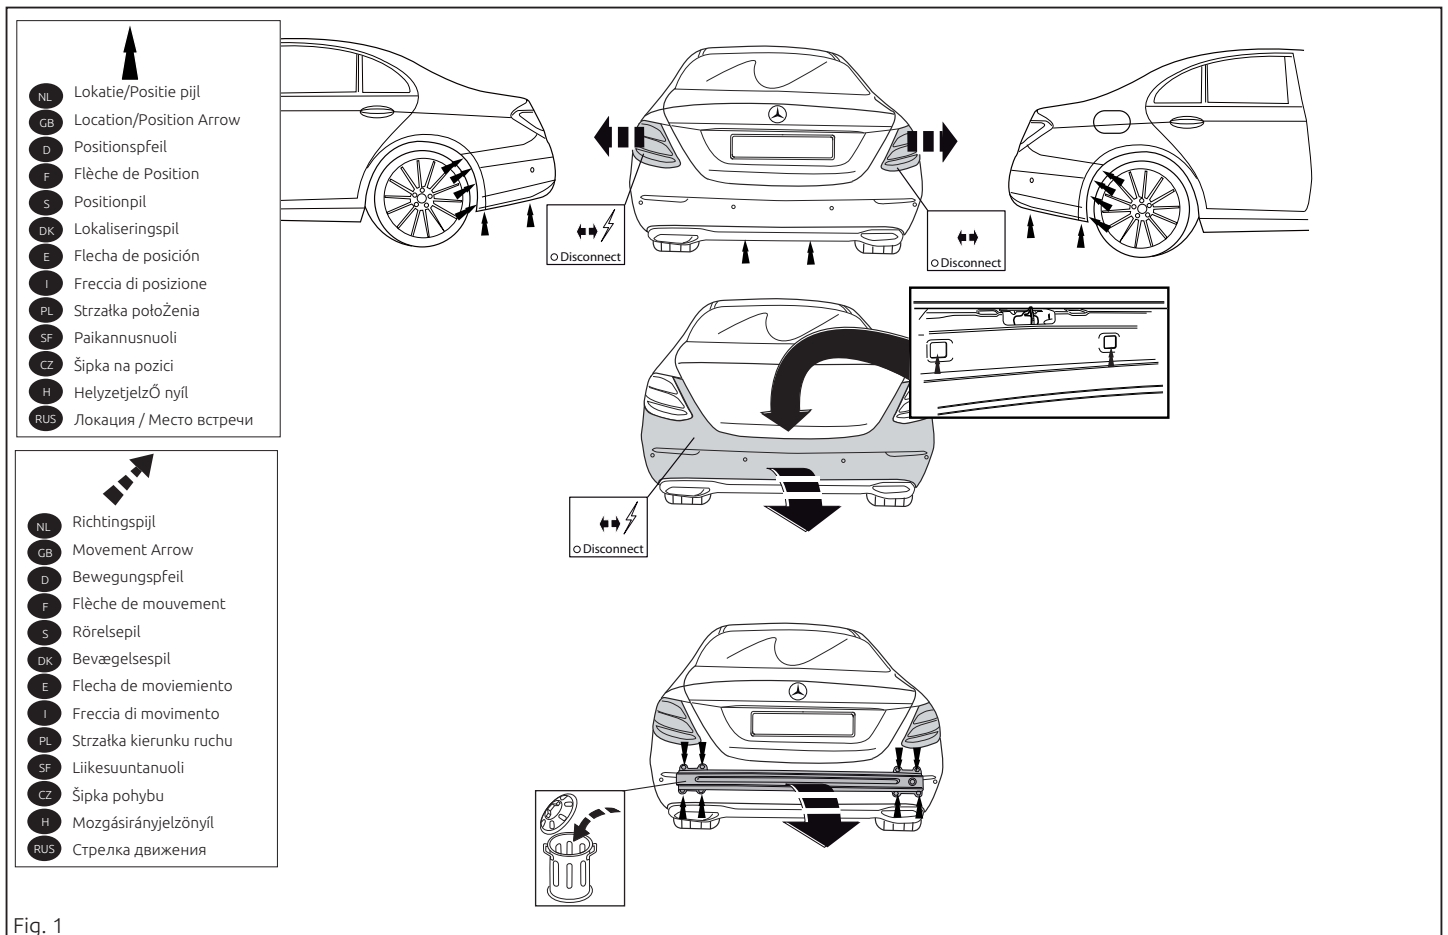

Fig. 1
1. Dismantle the rear-lights and the bumper. See figure 1.
3. Remove the steel buffer beam. The buffer beam will no longer be needed. See figure 1.
7. Seal the portions indicated (see fig. 1).
7. Kit de aangegeven delen af (zie fig. 1)
1. Rücklichter und Stoßstange abmontieren. Siehe Abbildung 1.
3. Den stählernen Stoßbalken abmontieren. Der Stoßbalken wird nicht mehr benötigt. Siehe Abbildung 1
7. Die angegebenen Teile kitten (siehe Abb. 1).
1. Снять задние фары и бампер. См. рисунок 1.
3. Снять стальную буферную брус. Буферный брус больше не понадобится. См. рисунок 1.
6. Герметизировать обозначенные части (см. рис. 1)
1. Déposer les feux arrière et le pare-chocs. Voir la figure 1.
7. Boucher les parties indiquées (voir la fig. 1).
4. Positionner les supports A et B et les fixer à l'emplacement des points utilisés. Voir la figure 1.
7. Tillslut delarna enligt figuren (se fig. 1).
1. Demonter baglysene og kofangeren. Se fig. 1.
3. Demonter stødlisten af stål. Stålstødbjælken skal ikke længere anvendes. Se fig. 1.